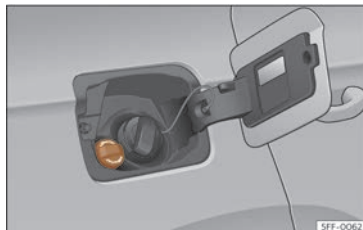

Fig. 212 Capacul rezervorului de AdBlue®.
- Deschideți capacul rezervorului >>> **fig. 212**.
- Rotiți bușonul rezervorului de SCR în sens antiorar >>> **fig. 212**.